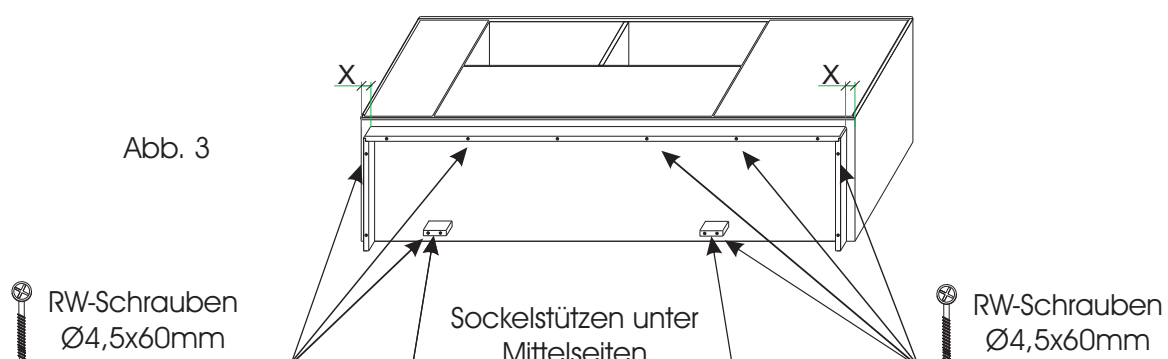

Abb. 3
5. Richten Sie den Unterbausockel mittig und mit der Hinterkante bündig aus. Verschrauben Sie den Sockel mit den Ø4,5x60mm RW-Schrauben unter dem Korpus. (Abb. 3)
4. Bei einigen breiten Elementen ist es notwendig, diese durch Sockelfüße zu unterstützen. Hierzu sind in jedem Beschlagsbeutel 2 Sockelfüße mit Grundplatte enthalten. Verschrauben Sie die Grundplatte mit 4 Stück Ø4x40mm SeKo Schrauben. Anschließend schieben Sie den Sockelfuss in die Grundplatte. (Abb. 3)